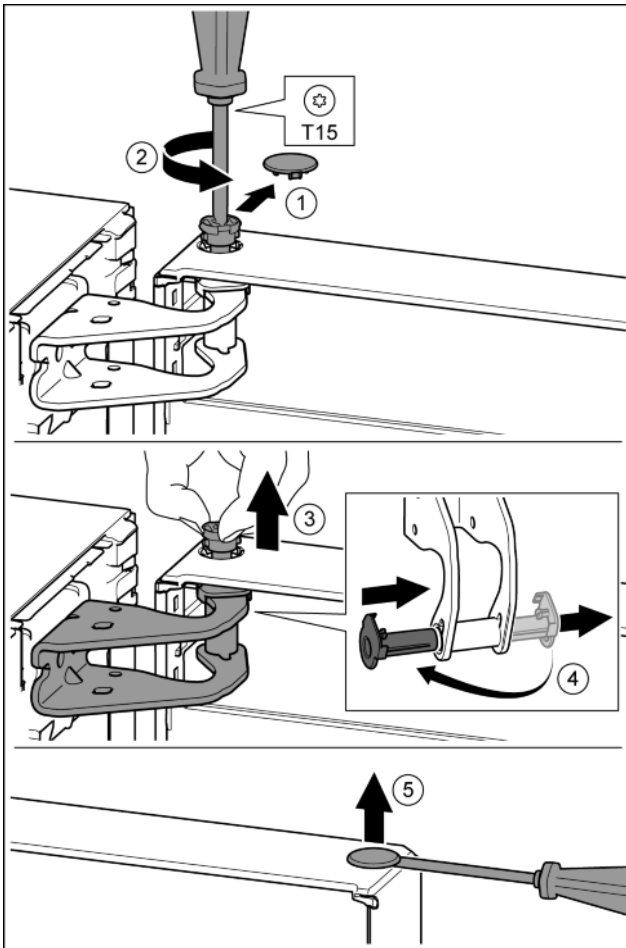

Fig. 10
- ▶ Desprindeți cu precauție capacul de siguranță. Fig. 10 (1)
- ▶ Extrageți puțin bolțul prin rotire cu șurubelnița T15. Fig. 10 (2)
- ▶ Țineți ferm ușa și extrageți bolțul cu degetele. Fig. 10 (3)
- ▶ Extrageți cuzinetul din ghidaj. Introduceți din partea opusă și fixați în poziție. Fig. 10 (4)
- ▶ Ridicați cu precauție dopul din cuzinetul ușii cu o șurubelniță plată și extrageți-l. Fig. 10 (5)